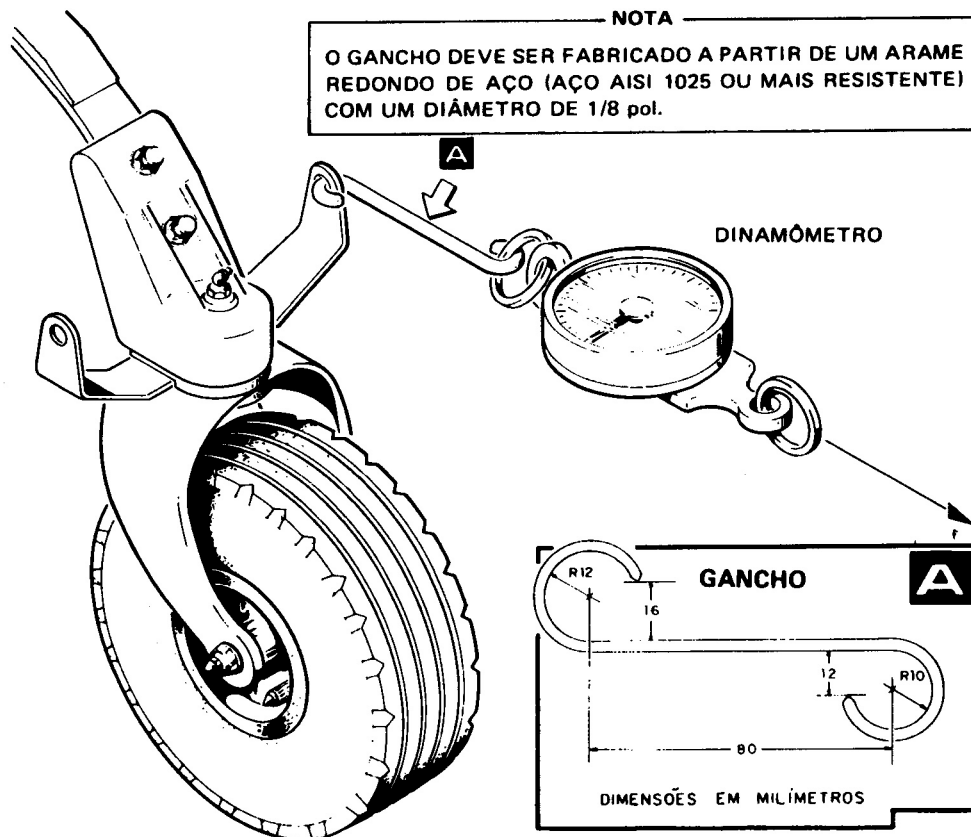

Figura 32-13. Eliminação da Vibração Lateral (“SHIMMY”) da Bequilha
32-25. ELIMINAÇÃO DE VIBRAÇÃO LATERAL (“SHIMMY”) DA BEQUILHA (Figura 32-13)
- c. Instale, em um dos orifícios do braço da bequilha, um gancho e um dinamômetro para medir forças de até 50 kg (veja figura 32-13).